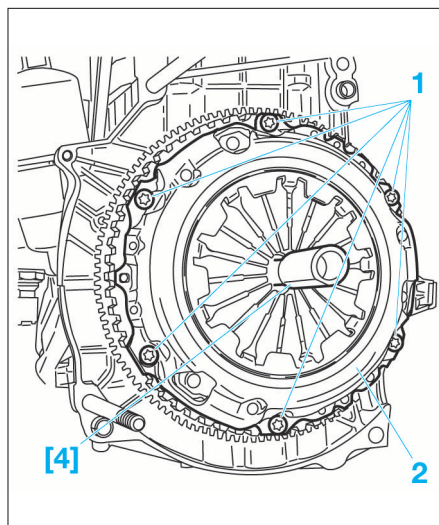

FIG. 2
- le disque d'embrayage (3)
- le mécanisme d'embrayage (2) (Fig.2)